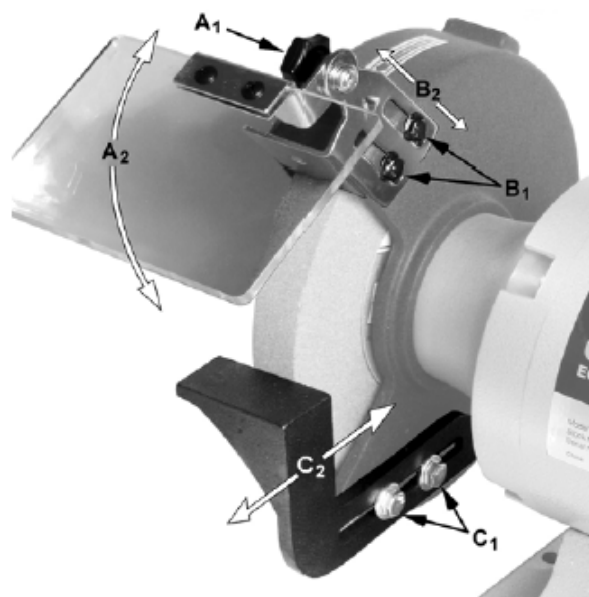

Рисунок 3
1. Ослабьте винты (A₁, Рис. 3).
2. Установите экран для защиты глаз на необходимый угол (A₂, Рис. 3).
1. Ослабьте винты (B₁, Рис. 3).
2. Переместите искрогаситель на расстояние 4 мм от поверхности шлифовального круга (B₂, Рис. 3).
3. Затяните винт (B₁, Рис. 3).
1. Ослабьте винты (C₁, Рис. 3) при помощи 12 мм гаечного ключа.
2. Переместите подручник (C₂, Рис. 3) на расстояние 4 мм от шлифовального круга.
3. Затяните винты (C₁, Рис. 3).